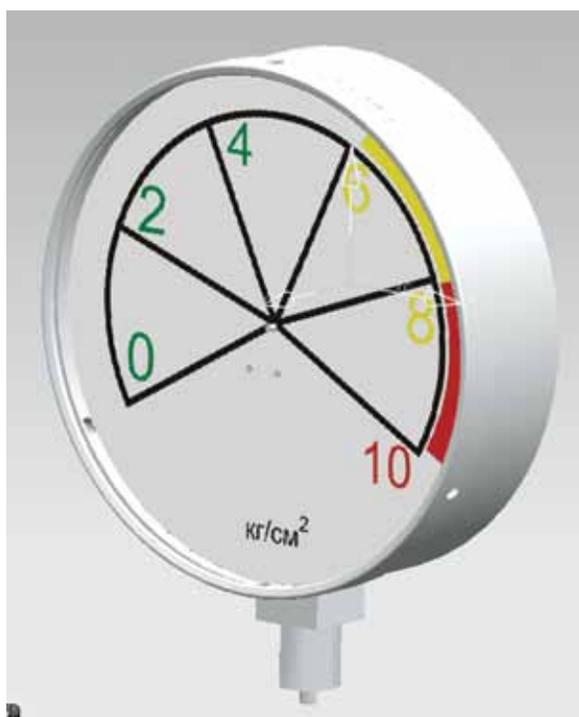

Рисунок 4.21
- Затем вернитесь в сборку, то есть сделайте рабочей деталью manometer (рис. 4.21).